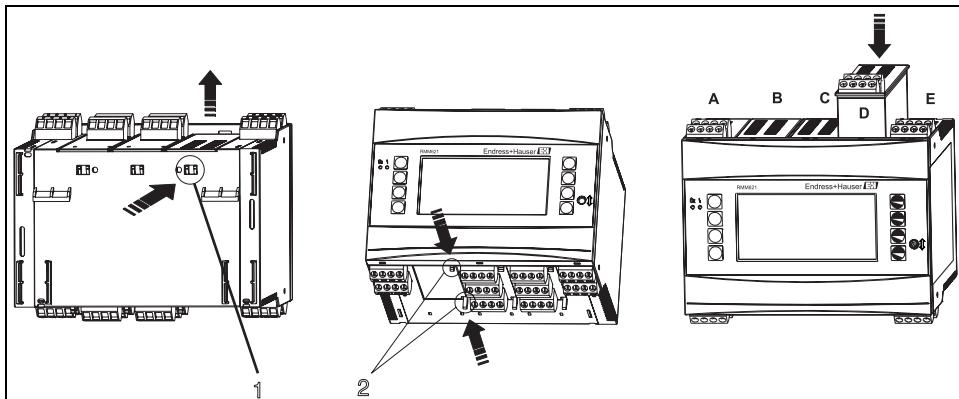

Fig. 4: Montage d'une carte d'extension (exemple)
Vous pouvez équiper l'appareil avec différentes cartes d'extension. L'appareil dispose à cet effet de trois emplacements. Les emplacements pour les cartes d'extension sont désignés sur l'appareil par les lettres B, C et D (→ Fig. 4).
2. Enlever le couvercle de l'emplacement concerné (B, C ou D) de l'appareil de base en serrant les crochets sur la partie inférieure de l'appareil (v. Fig. 4, Pos. 2), en pressant simultanément les crochets sur la partie arrière de l'appareil (par ex. avec un tournevis) vers l'intérieur (v. Fig. 4, Pos. 1) et en tirant le couvercle vers le haut, hors de l'appareil.
3. Insérer la carte d'extension par le haut dans l'appareil de base. Lorsque les crochets sur la partie inférieure et la partie arrière de l'appareil encliquètent (v. Fig. 4, Pos. 1 et 2), la carte d'extension est correctement mise en place. Veiller à ce que les bornes d'entrée de la carte d'extension soient en haut et que les bornes de raccordement soient orientées vers l'avant.